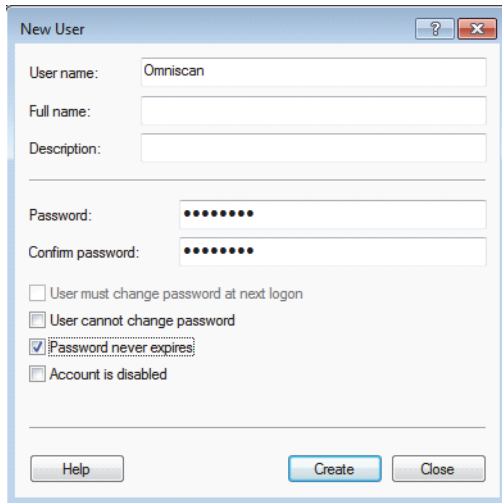

图 7-26 新用户对话框（Windows 7）
5. 在 **New User**（新用户）对话框的 **User Name**（用户名）文本框中，输入 **Omniscan**，注意大小写（参见第 216 页的图 7-26）。